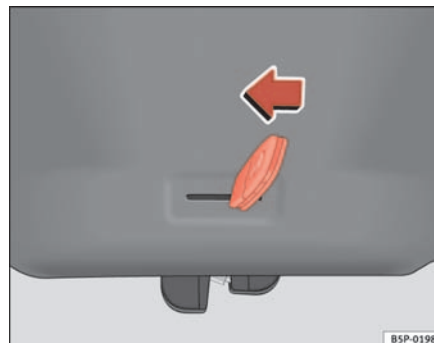

Abb. 69 Heckklappe: Notöffnung
- Stecken Sie den Schlüsselbart in den Schlitz und entriegeln die das Verriegelungssystem, indem Sie den Schlüssel von rechts nach links in Richtung Pfeil ziehen ⇒ Abb. 69. ■